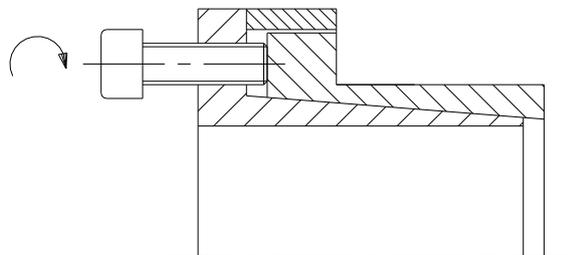

Bild 6: Lösen des Spannsatzes KTR 250
- Spannschrauben in die Abdrückgewinde des Innenringes (Bauteil 2) einschrauben (siehe Bild 6).